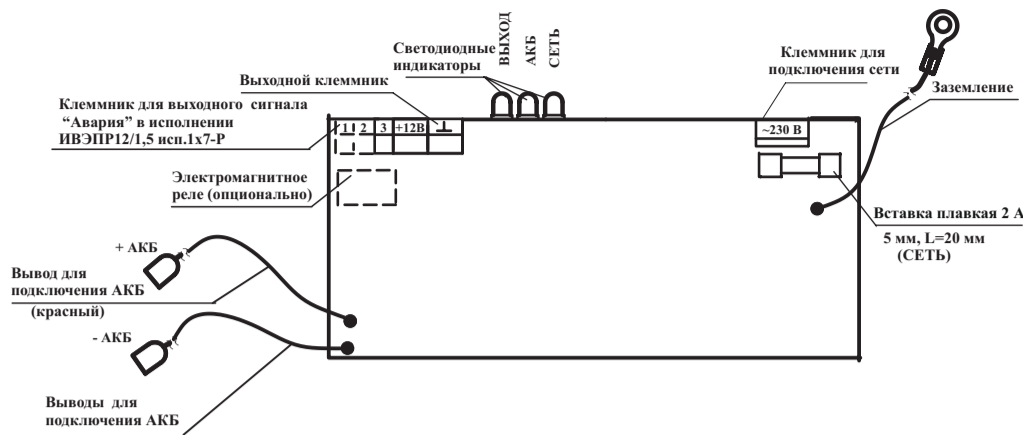

Рисунок 1 – Плата источника
6.3 Подключение соединений производить в следующей последовательности (см. рисунок 1):
При отсутствии АКБ измерение напряжения на выводах для подключения АКБ (см. рисунок 1) является не корректным и его величина не регламентируется. Напряжение ниже 10 В не считается неисправностью.